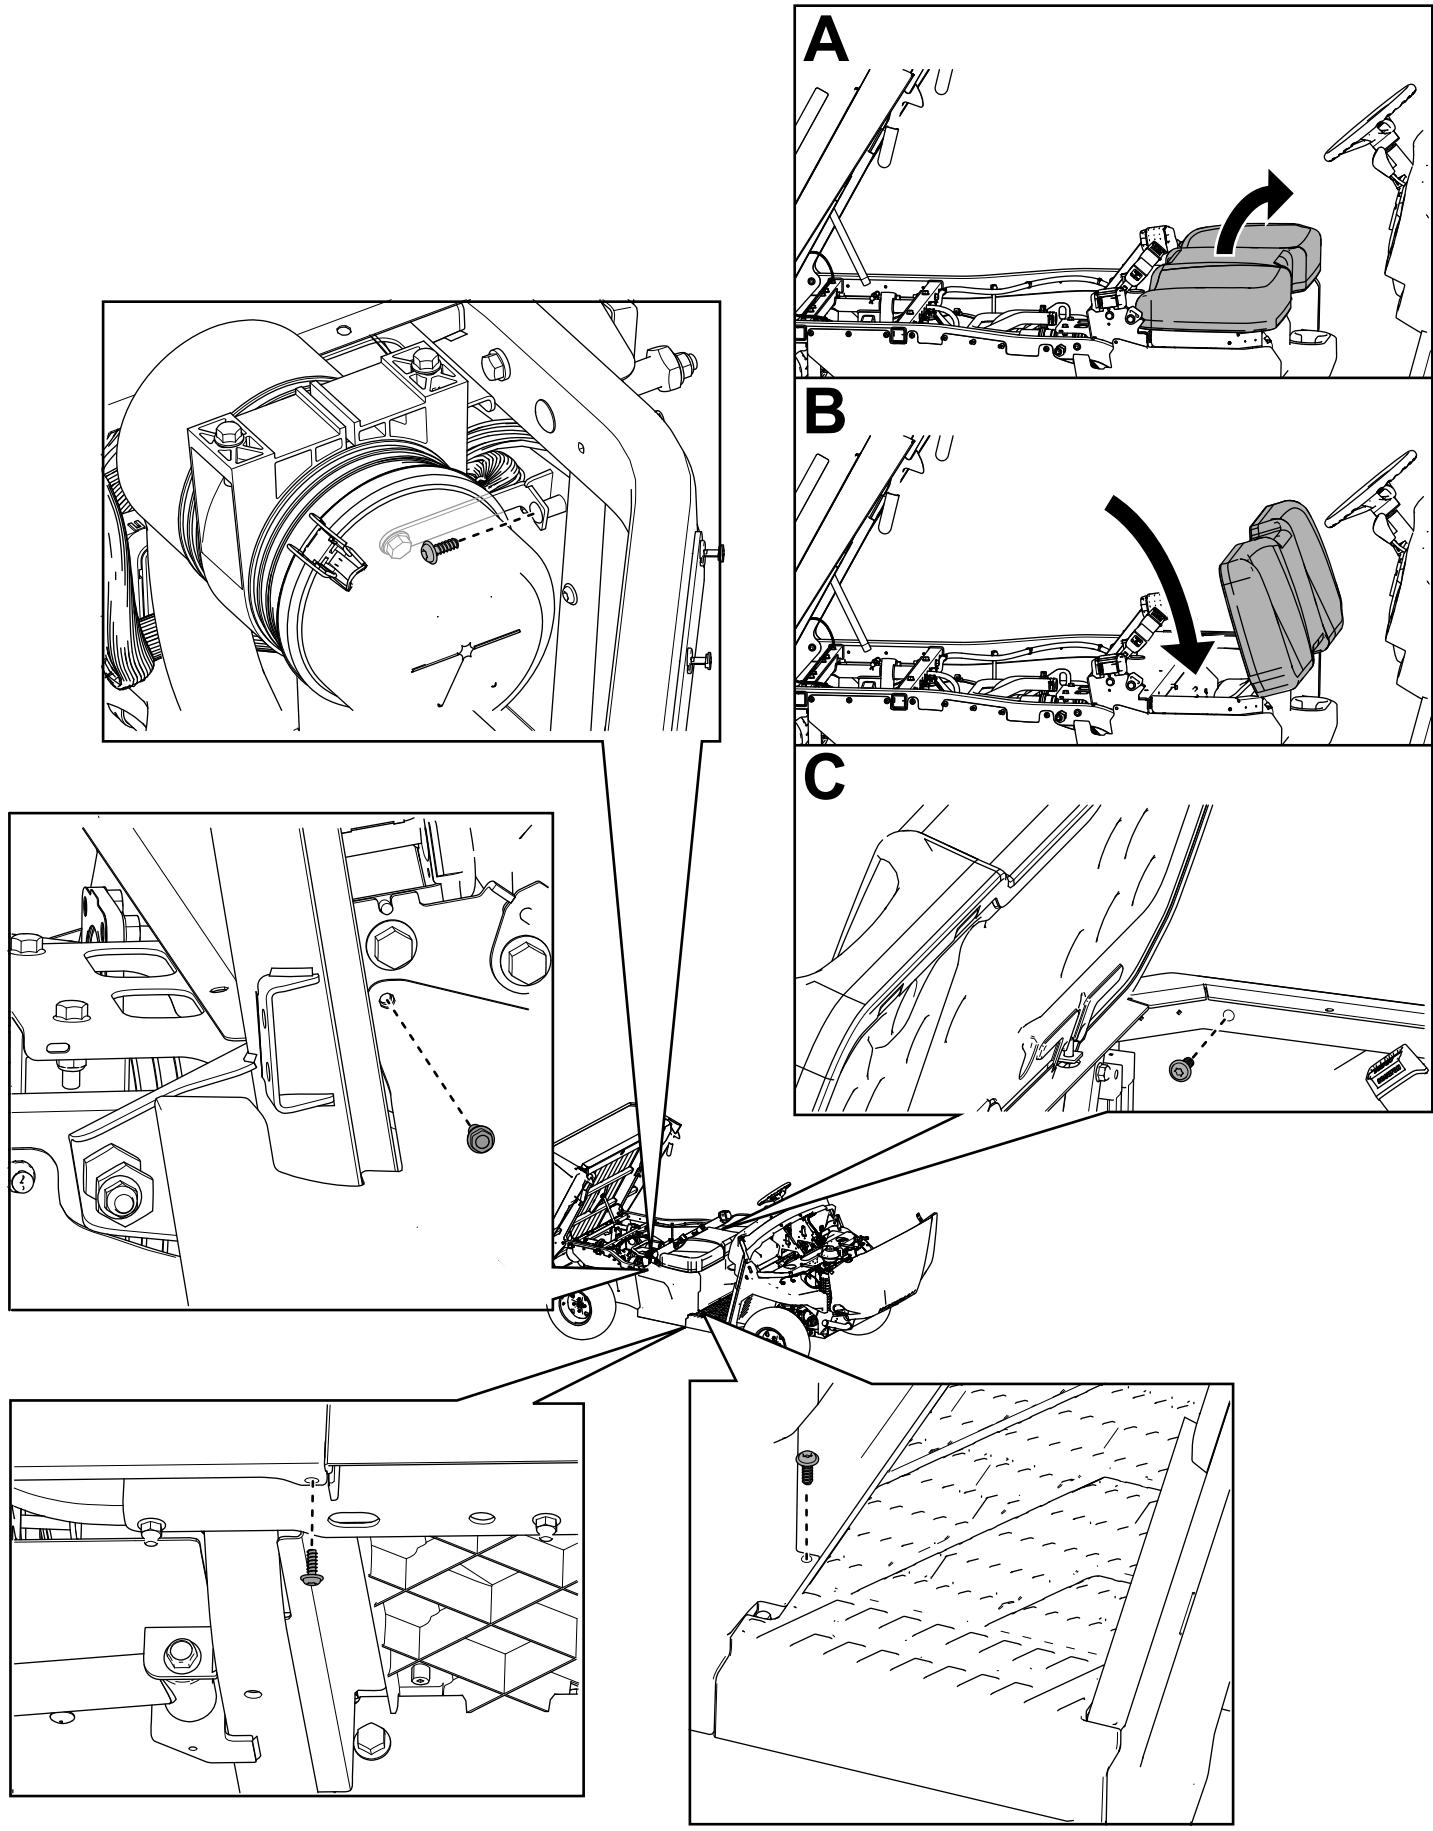

Figure 34
22. Fixez les panneaux droit et gauche de la base du siège à l'aide des boulons à tête hexagonale à embase ($\frac{1}{4} \times \frac{3}{4}$ po) retirés précédemment, comme montré à la Figure 34.